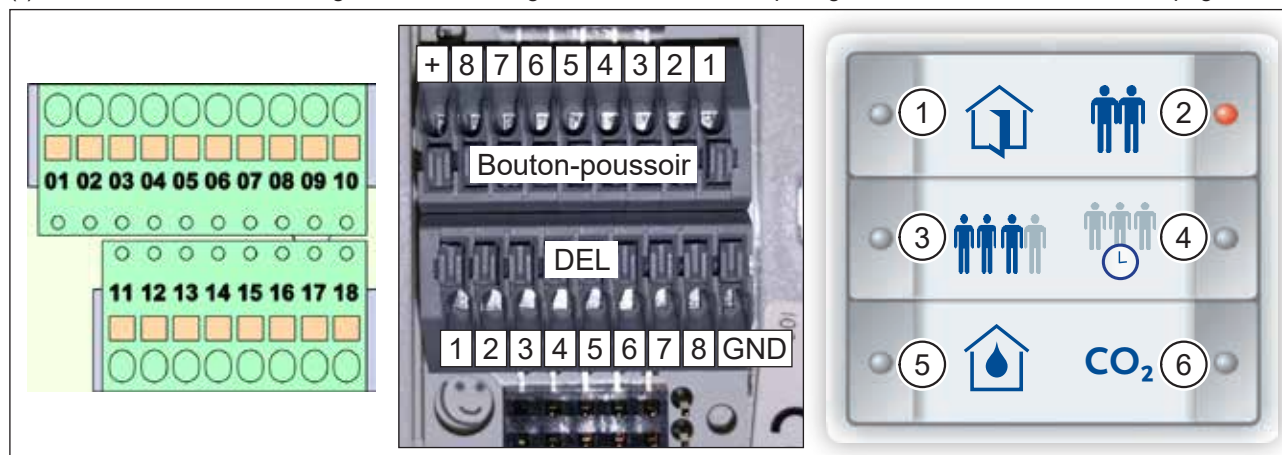

Fig. 29 : Borniers sur l'appareil d'aération, borniers du capteur à touche InControl, étiquette
- Après le câblage, posez l'étiquette (Fig. 29) dans le capteur à touche InControl.